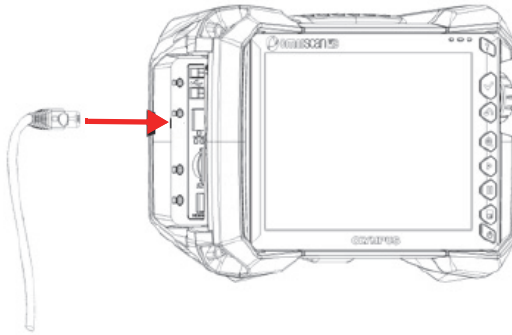

Figura 2-10 Inserimento di un cavo nella rispettiva porta
2. Collegare il cavo Ethernet, USB e/o HDMI nella porta appropriata (Figura 2-10 a pagina 39).